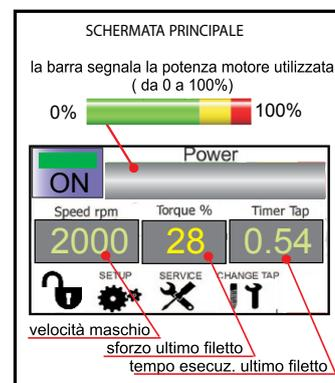

FIG. 12
**Il display durante la lavorazione visualizza** (FIG. 12):